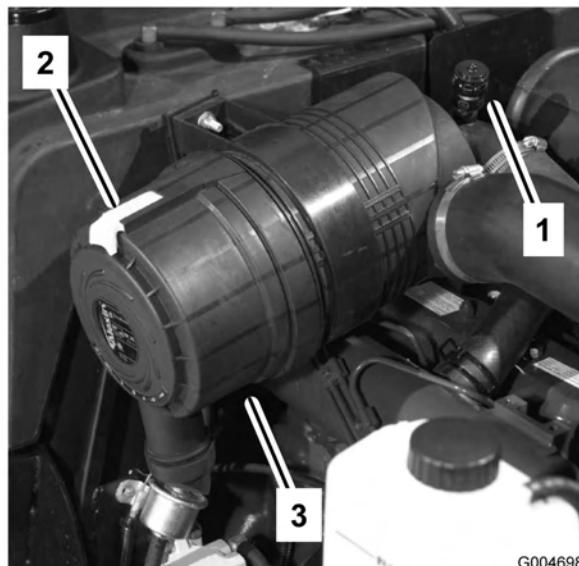

Bild 46
1. Ziehen Sie den Riegel nach außen und drehen Sie die Luftfilterabdeckung nach links (Bild 46).
7. Setzen Sie die Abdeckung ein, richten Sie das Gummiblassventil (Bild 46) nach unten, ungefähr zwischen 17.00 und 19.00 Uhr (vom Ende her gesehen). Befestigen Sie den Riegel.